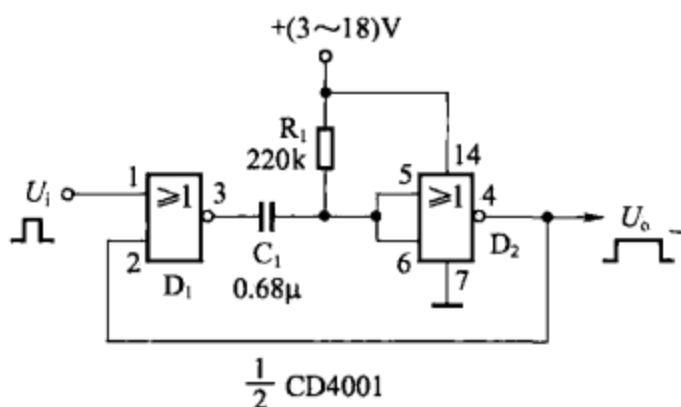

图 8-16
(1) 图 8-16 所示为或非门构成的单稳态触发器电路。或非门 D_2 两输入端并接作非门用, 其输出端信号直接反馈至或非门 D_2 的一个输入端, 构成闭环正反馈回路。该单稳态触发器由正脉冲触发, 输出一个正的矩形脉冲 U_o , U_o 脉宽 $T_w=0.69RC$, 可通过改变 R 、 C 予以改变。若为图 8-16 所示电路参数时, $T_w=100\text{ms}$ 。